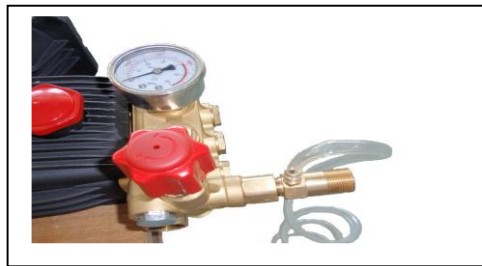

Figura 04 – mangueira de sucção de detergente.
- É recomendado que ao final do dia limpe o sistema de sucção de detergente, colocando a mangueira de sucção de detergente (figura 04) em um recipiente com água limpa e o bico de maior diâmetro na ponta da lança e, a máquina em funcionamento até se certificar que o sistema totalmente limpo. Este procedimento irá proporcionar um funcionamento perfeito do sistema de sucção de detergente ao longo do tempo, bem como maior vida útil do mesmo.